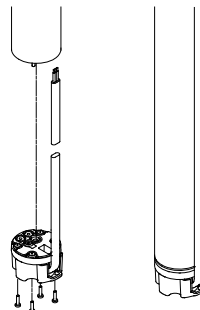

Fig. 8
4. Pres kabelstikket på motorstikket. Kabelstikket kan ikke monteres forkert. Se fig. 8.
5. Montér og spænd de fire skruer (1 - 1,5 Nm). Se fig. 8.